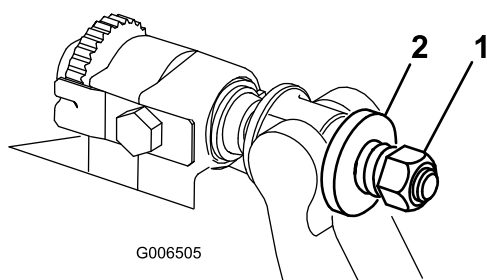

Figure 27
4. Serrez l'écrou de tension du ressort jusqu'à ce que les spires soient jointives, puis desserrez-le de 1/2 tour (Figure 27).